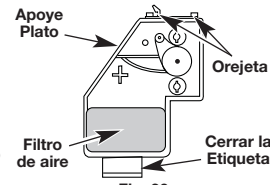

Fig. 30
- Retire el filtro de aire (Fig. 30).
- Vuelva a colocar el filtro (Fig. 30).